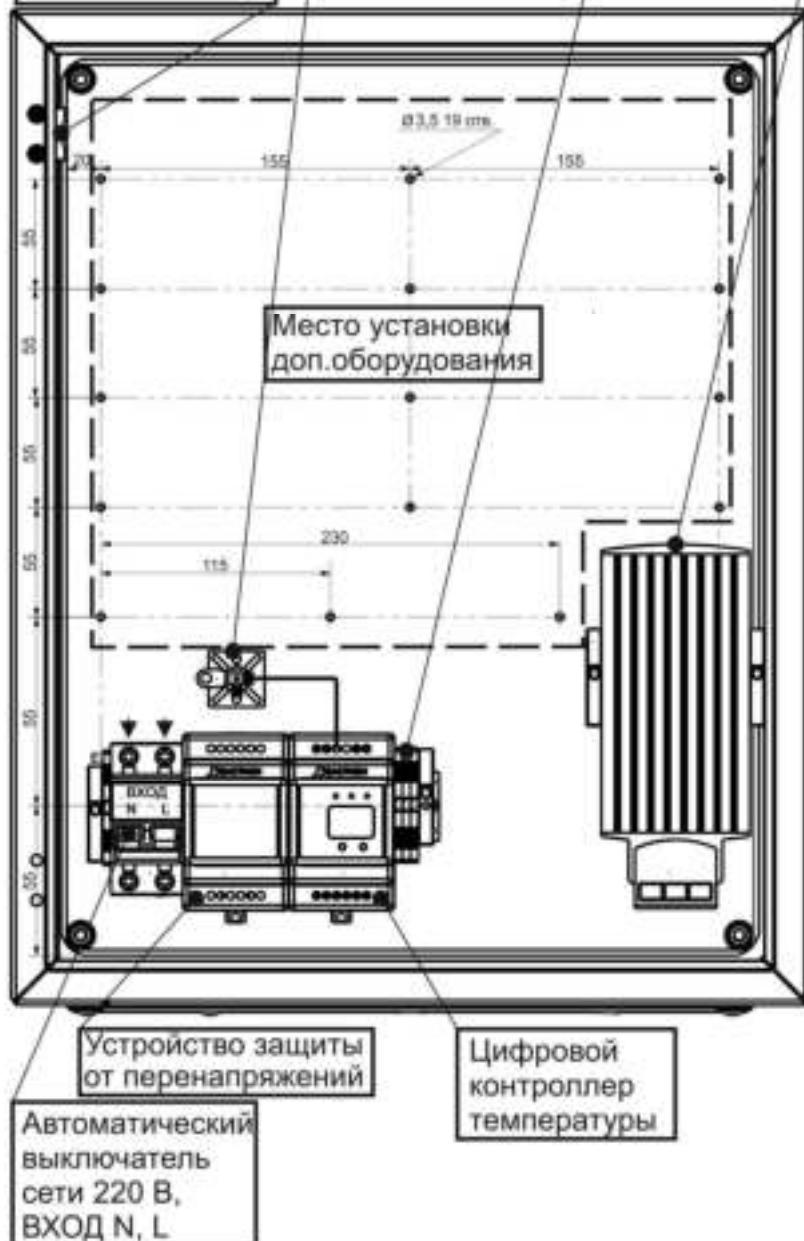

Рисунок 2 – Вид изделия с открытой дверцей
- клеммной колодке ВХОД и ВЫХОД~ 220В (см. рисунок 2).
Выполните подключение внешних цепей к изделию в соответствии с назначением клемм подключения (см. рисунок 2) в следующей последовательности:
- Провод заземления подключите к клемме Е (ЗЕМЛЯ) на колодке «ВХОД» (см. рисунок 2).
- Подключите, соблюдая фазировку, к клеммам автоматического выключателя сетевые провода N (НОЛЬ) и L(ФАЗА) (см. рисунок 2).
- В случае необходимости установите тамперный переключатель (входит в комплект поставки) на специальный кронштейн (см. рисунок 2), используя входящий в комплект крепеж.